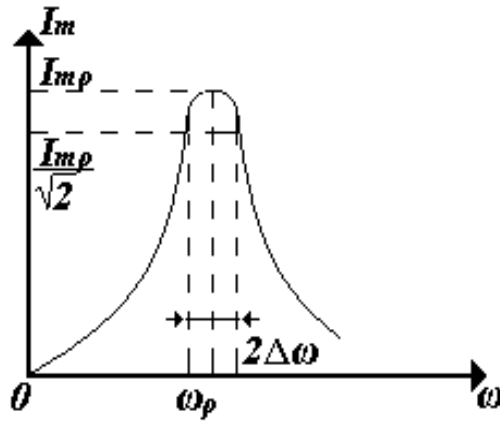

Рис.2
Амплитуда вынужденных колебаний тока I_m , как следует из выражения (8), зависит от соотношения частоты источника ЭДС ω и собственной частоты контура $\omega_0 = \sqrt{\frac{1}{LC}}$. Зависимость амплитуды установившихся колебаний от частоты внешнего напряжения носит название резонансной кривой. На рис.2 изображена резонансная кривая для силы тока.
Из графика на рис.2 видно, что при приближении частоты вынужденных колебаний ω к собственной частоте контура ω_0 амплитуда тока резко увеличивается. Это явление называется резонансом. Частота, при которой амплитуда вынужденных колебаний достигает максимального резонансного значения, называется резонансной. Из формулы (8) следует, что резонансное значение амплитуды силы тока $I_{mp} = \frac{\varepsilon_m}{R}$ и достигается при частоте внешнего напряжения ω равной резонансной $\omega_p = \omega_0 = \sqrt{\frac{1}{LC}}$.
Определим ширину резонансной кривой $2\Delta\omega$ (рис.2), на уровне соответствующем току $\frac{I_{mp}}{\sqrt{2}}$ (ее называют полосой пропускания контура).